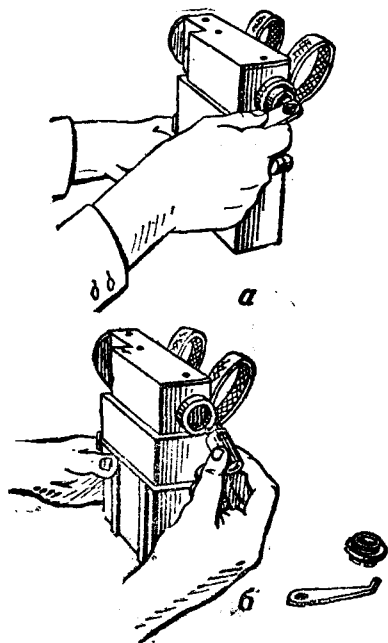

Рис. 68. Замена разрядника у прицела НСП-2:
- вынуть разрядник из отверстия крышки футляра аккумуляторной батареи (рис. 68);